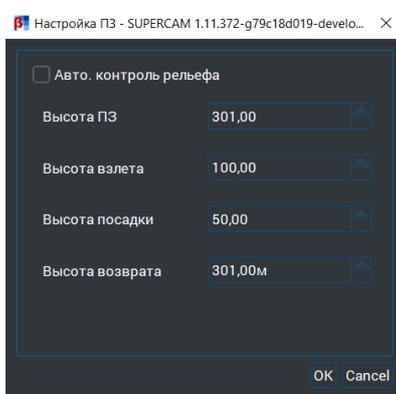

Рисунок 31 – Окно настройки полетного задания
9.2.1. Инструмент «Создать маршрут» (рис. 31) позволяет создать новое полетное задание, также есть возможность создания полетного задания с учетом рельефа. Маршрут полета БВС задается полетным заданием, которое можно загрузить в САУ аппарата на любом этапе полета. Задание может содержать до 16 000 программируемых точек и команд.